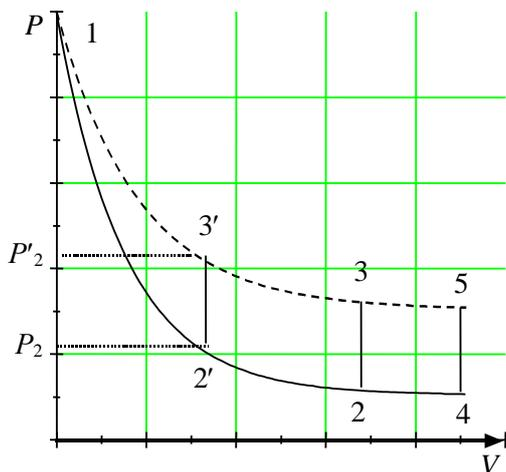

Рис. 3
По формуле (16) можно производить вычисления γ . Величина h_2 получена в предположении, что кран A закрывается в момент окончания адиабатного процесса 1–2. Если кран закрыть до завершения процесса 1–2, т.е. в тот момент, когда давление в баллоне снизится до некоторой величины P_2' , но еще не достигнет атмосферного давления P_2 , то, как видно из рис. 3, соответствующая разность давлений после осуществления процесса адиабатического
Для получения идеального измерения кран необходимо закрыть в тот момент, когда газ находится в состоянии 2, которое соответствует окончанию адиабатного процесса, что практически невозможно. Разность ординат (рис. 3) $\Delta P_0 = P_3 - P_2 = \rho gh_2$, где h_2 – разность уровней жидкости в манометре, полученная в предположении, что кран A закрывается в момент окончания адиабатного процесса. Так как у сосуда нет тепловой изоляции, то адиабатным можно считать только «мгновенный» процесс, следовательно h_2 соответствует открыванию крана A на время $\tau \rightarrow 0$, что экспериментально невозможно, поэтому h_2 приходится определять косвенным путем. Известно, что для линейной функции $Y(X)$ легко найти значение Y_0 графически при $X \rightarrow 0$, если прямое измерение Y_0 затруднено.